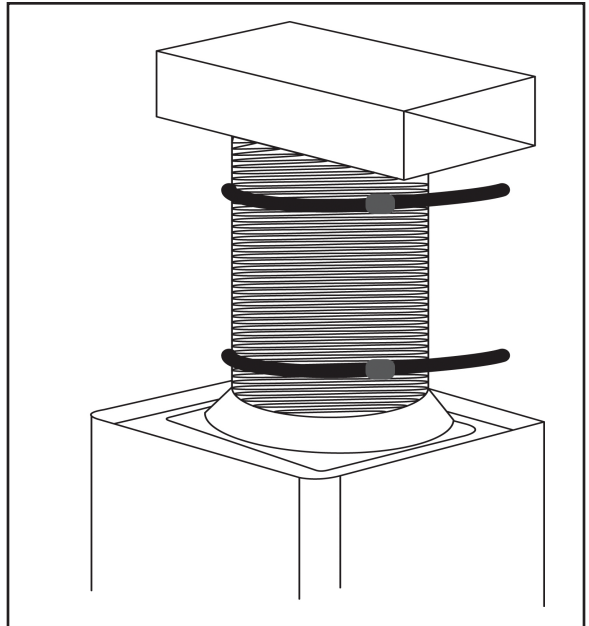

Figure 2
- a) Brancher le tube d'extension (E) à l'amortisseur sur le haut de la hotte en utilisant l'une des pinces fournies (C) pour serrer le tube autour de la boîte de recirculation (D).
- b) Brancher le tube d'extension (E) à la boîte de recirculation (D), installée lors de l'étape 1, en utilisant l'autre pince (C). Voir la figure 2.